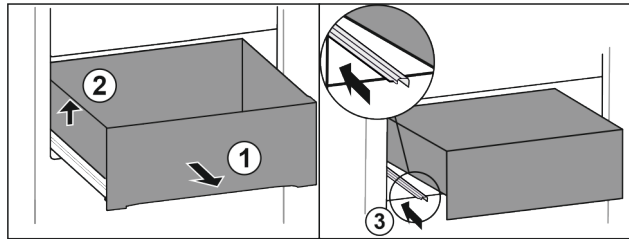

Fig. 89
- ▶ Lade tot de aanslag eruit trekken. Fig. 89 (1)
- ▶ Lade links optillen. Fig. 89 (2)
- ▶ Linker rail erin schuiven. Fig. 89 (3)